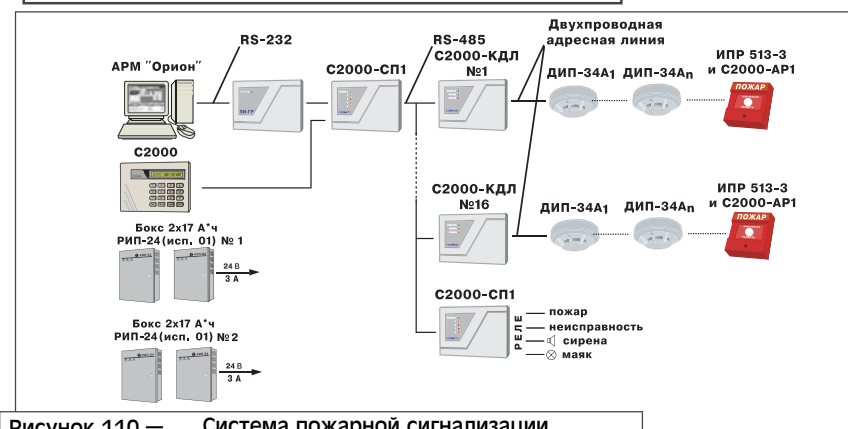

Рисунок 110 — Система пожарной сигнализации с адресно-аналоговыми извещателями
4.3 БОЛЬШОЙ ОБЪЕКТ (2000 ШС) (рисунок 110)